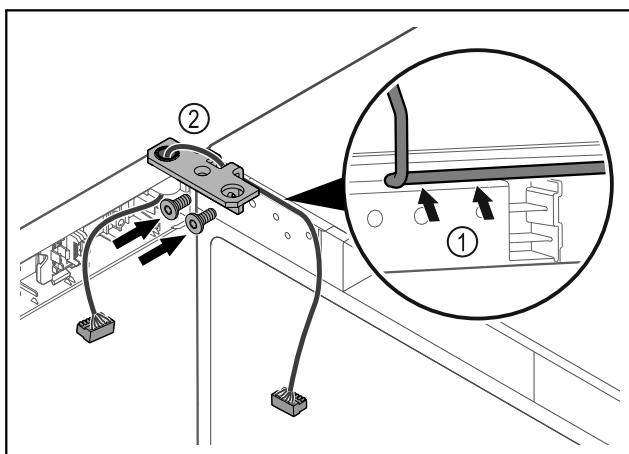

Fig. 52
- Kabel durch die Ausparung des Scharnierwinkels führen und vorsichtig verlegen Fig. 52 (1).
- Scharnierwinkel Fig. 52 (2) anschrauben.